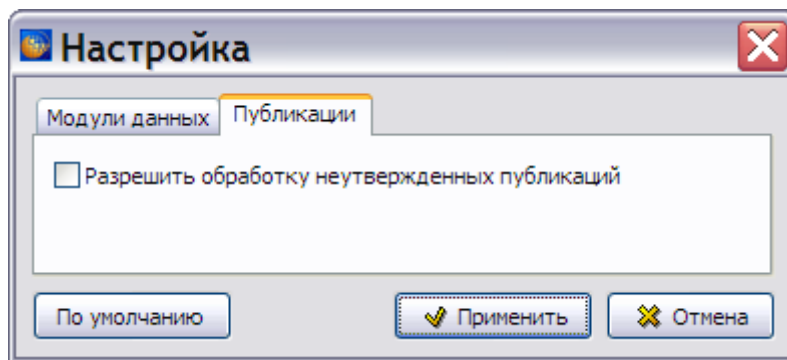

Рис. 23.36
11. Настройте перечень состояний версий МД, для которых нужно провести анализ. Текущие настройки отображаются в нижней части окна. Для изменения настроек нажмите на кнопку  в правой нижней части окна. После этого откроется окно **Настройка** (Рис. 23.36).
Для анализа публикации сделайте настройки на вкладке **Публикации**. По умолчанию рассматриваются только версии МД, которые входят в состав публикации, имеющей состояние «Утверждена». Если нужно провести предварительный анализ до утверждения публикации проекта, то установите флаг **Разрешить обработку неутвержденных публикаций** (Рис. 23.36).